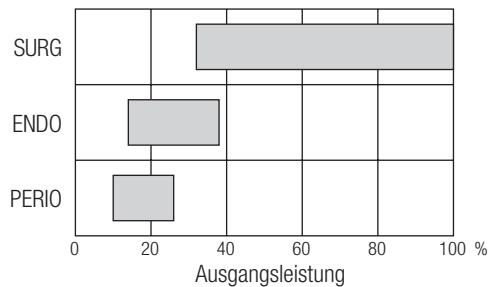

Abb. 24
* Siehe Abb. 24 für einen Vergleich zwischen den Ausgangsleistungen der verschiedenen Modi.